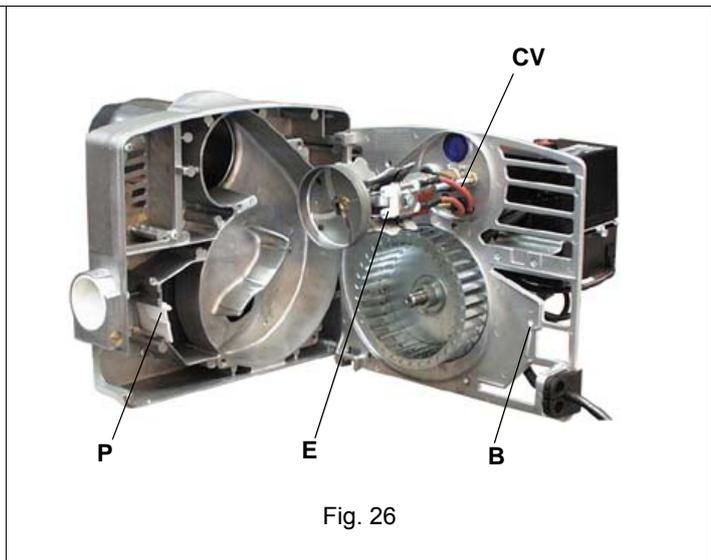
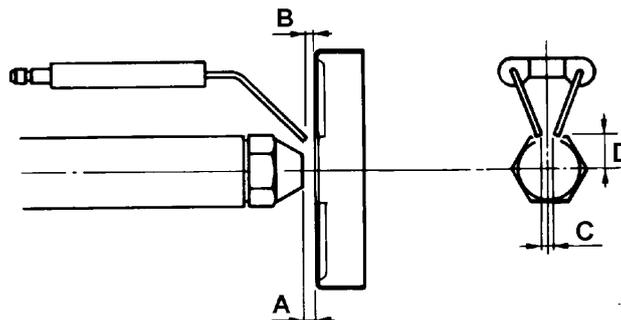

Fig. 26
Fig. 29
- Examen electrodos de encendido y su correspondiente aislamiento cerámico, limpieza inspección y si es necesario sustitución (ver Fig. 29).
Antes de desmontar la boquilla y los electrodos, desconectar los cables CV (Fig. 26), observar las cotas indicadas en la Fig. 29 y anotarlas en la tabla Tab. 6.
⚠ Antes de proceder al desmontaje de la boquilla, relevar la cuota A real (ver Fig. 29) y anotarla en el recuadro de abajo.